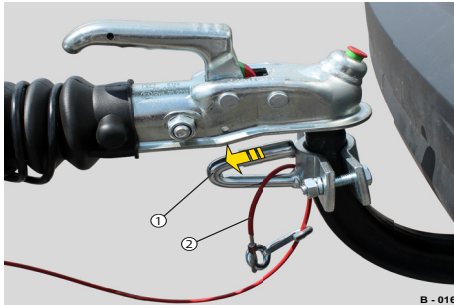

Abb. 14 Abreißseil anbringen
- ▶ Am Verschluss (Abb. 14/1) der Klemmvorrichtung ziehen und gleichzeitig das Abreißseil (Abb. 14/2) als Schlaufe einlegen.